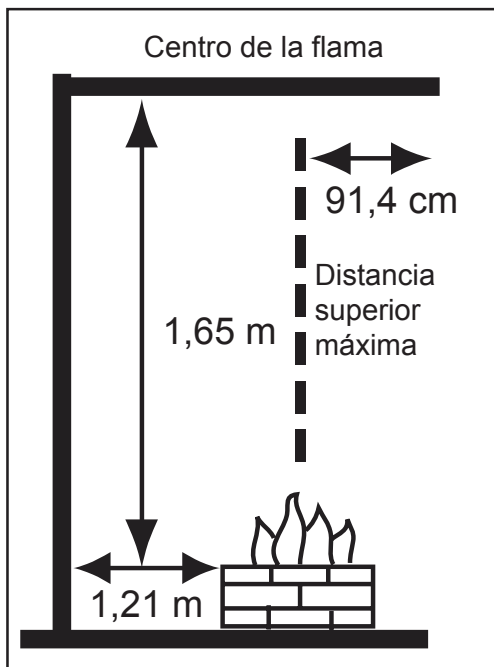

Figura 1. Distancias para combustibles.
2. Asegúrese de que las perillas de control están en la posición "o" (Figura 1).